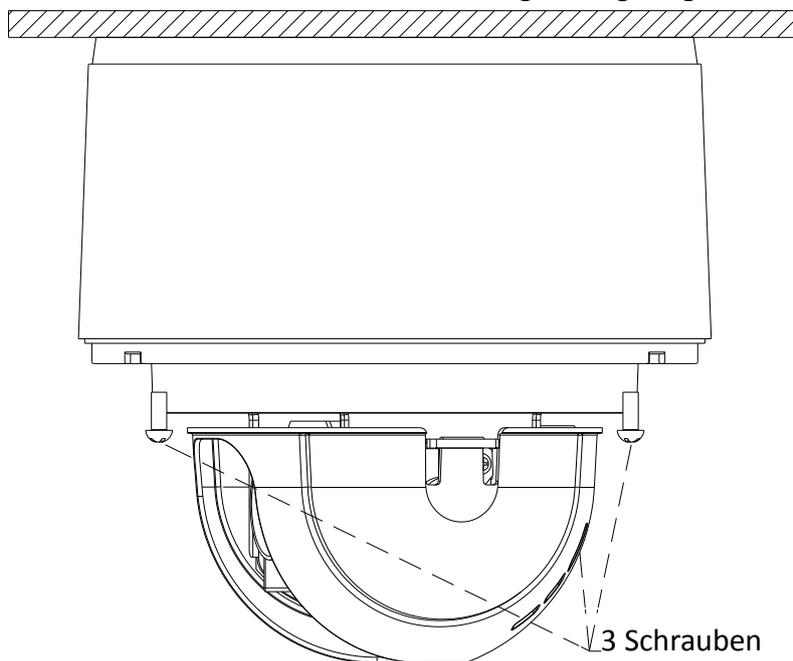

Abbildung 1-8 Anbringen des Kameramoduls
10. Fixieren Sie es mit den drei Schrauben wie in Abbildung 1-8 gezeigt.